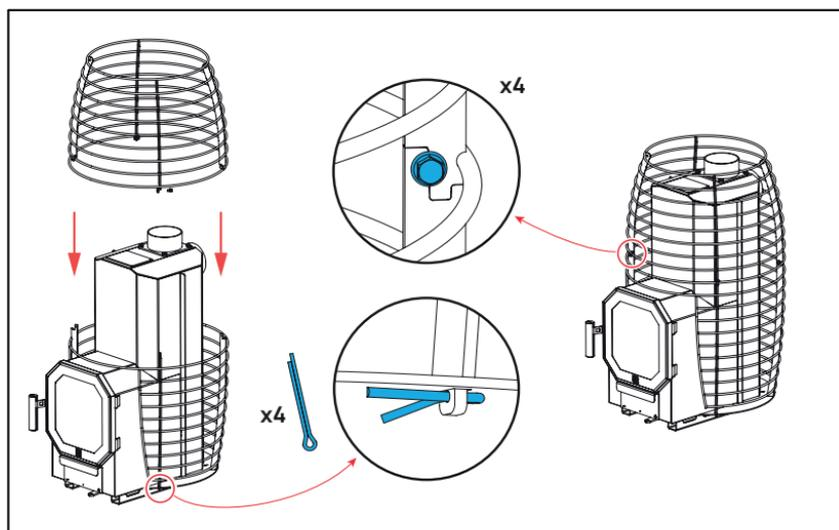

図13 HIVE Flow ストーンカバーの分解方法
- ・ ハイプフローのストーンカバーは半分に分解可能です。下部へ石を積んだり、取り除いたりする際は、ストーンカバー上部を取り外し、煙突の結合が許す範囲まで持ち上げてください。(図13)